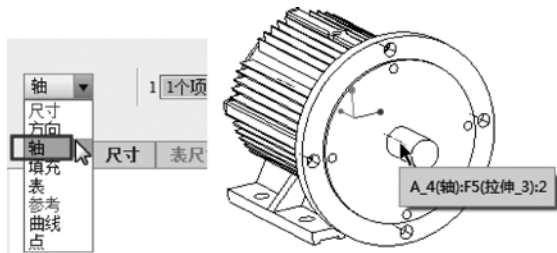

图 7-85 选择旋转轴
- 在模型树中选择零件“m12l40.prt”，单击特征工具栏中的“阵列”按钮，打开“阵列”操控板。选择阵列方式为“轴”，在工作区选择与主轴平行的基准轴，如图 7-85 所示。